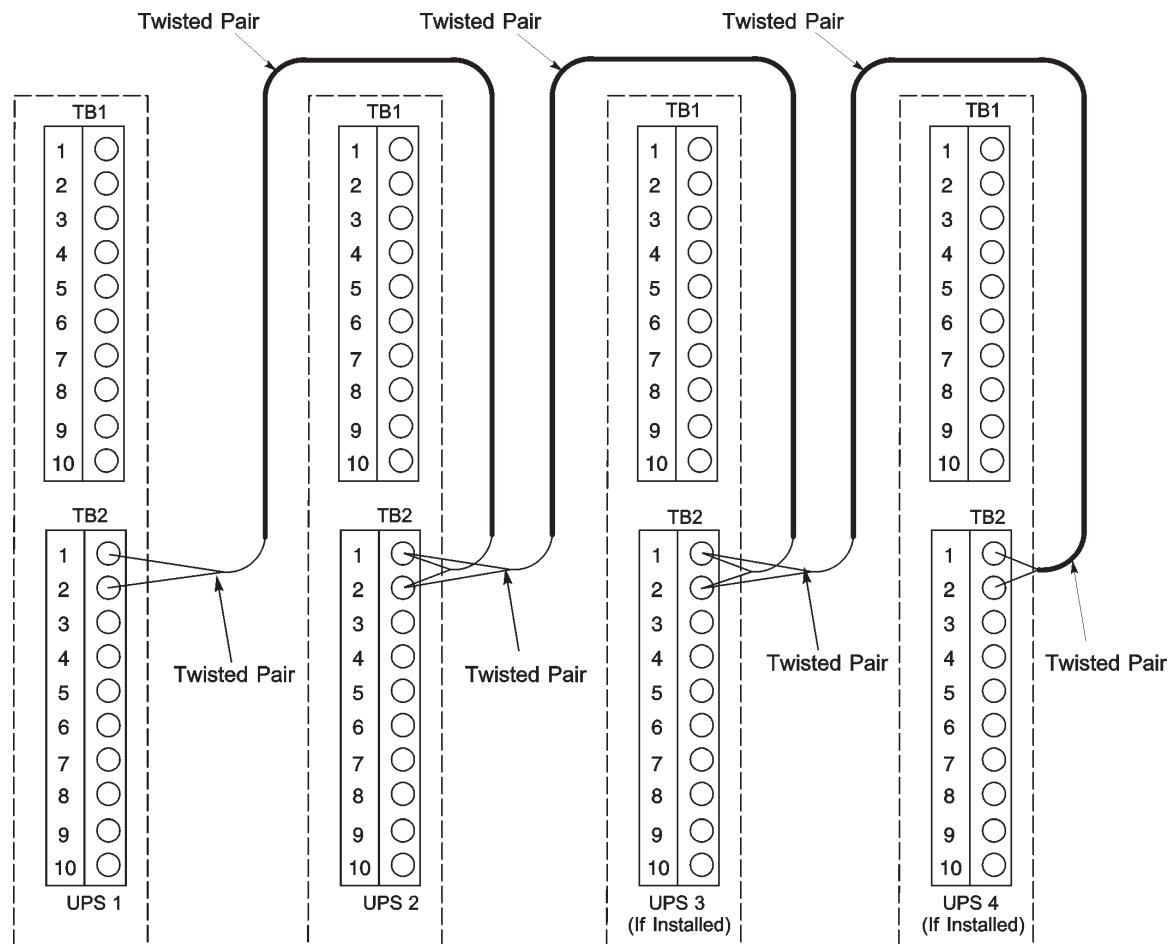

Рис. 5-5. Проводка Pull-Chain систем с распределенным байпасом без МОВ
9. Проведите и установите проводку системы с распределенным байпасом между шкафами ИБП. Для получения информации о подключении проводки см. Рис. 5-5 и Табл. 5-3 на стр. 78.